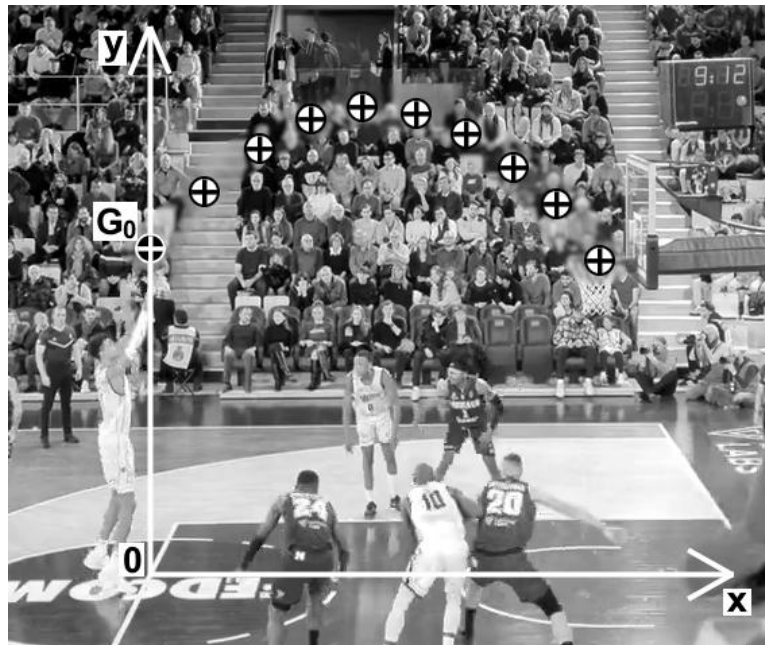
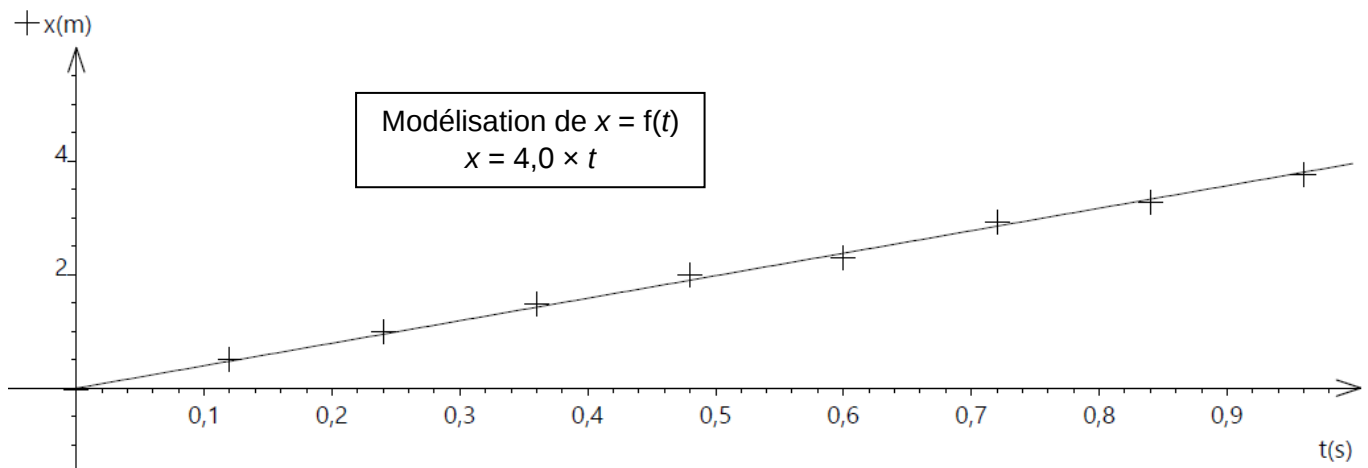

Figure 1 – Chronophotographie du lancer franc
Figure 2 – Évolution de la coordonnée x du ballon en fonction du temps t
Victor Wembanyama, célèbre joueur français de basket, évoluait au Metropolitans 92 lors du championnat 2022-2023 lorsqu'il a effectué ce lancer franc au cours d'un match contre Monaco (voir figure 1).
La trajectoire du centre du ballon est étudiée dans le plan vertical perpendiculaire au sol passant par la main du basketteur au moment où il lâche le ballon et par le centre du panier. On utilise le repère (xOy) indiqué sur la figure 1.
À partir de la vidéo du lancer franc, le pointage des positions du centre d'inertie G du ballon permet d'obtenir la chronophotographie de la figure 1. Les données sont traitées par un logiciel pour obtenir les courbes des figures 2 et 3.
- Q.2.** Déterminer, à l'aide de la figure 2, la valeur de la coordonnée v_x du vecteur vitesse $\vec{v}$.